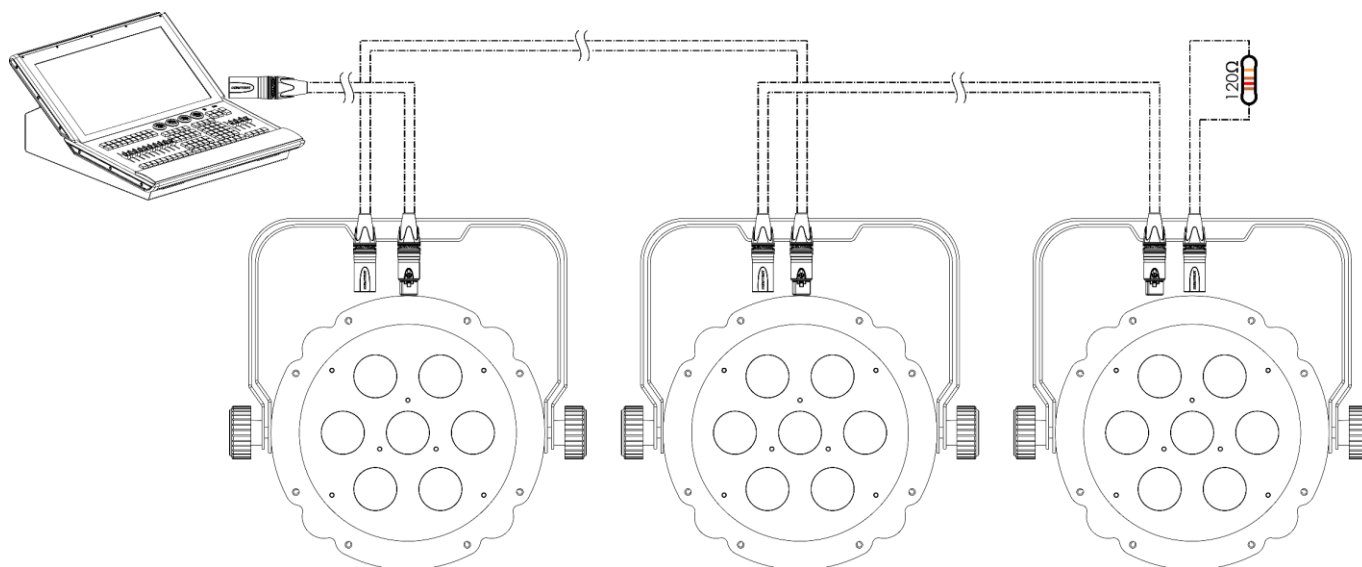

Fig. 11
- 03) Répétez l'étape 2 pour connecter tous les appareils en guirlande (voir fig. 11).